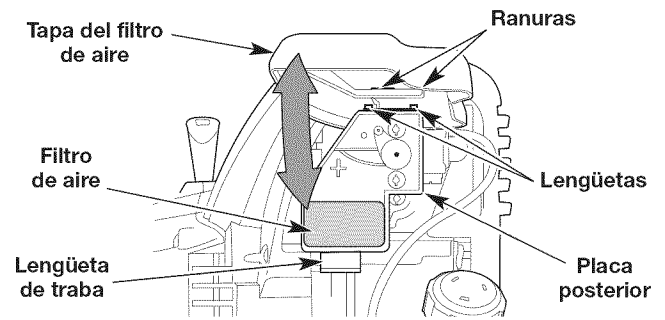

Fig. 23
1. Abra la tapa del filtro de aire: presione la lengüeta de de traba hacia adentro y gire la tapa del filtro de aire hacia arriba (Fig. 23).
2. Quite el filtro de aire (Fig. 23).
6. Reinstale el filtro de aire (Fig. 23).
7. Cierre la tapa del filtro de aire: coloque las lengüetas de la placa posterior en las ranuras de la tapa del filtro de aire. Gire la tapa del filtro de aire hacia abajo y presiónela hasta que la lengüeta de traba encaje en su lugar (Fig. 23).